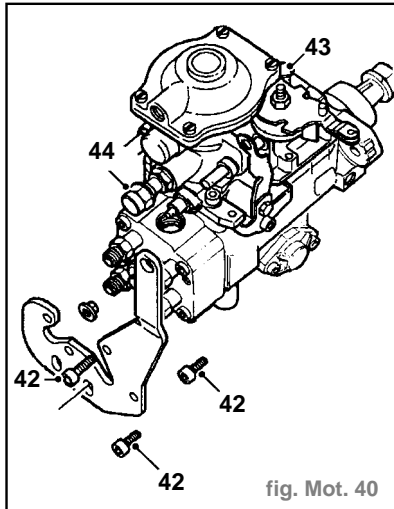

fig. Mot. 40
- Enlever 3 vis Allen (42) maintenant le support de butée sur la pompe d'injection et récupérer le support (fig. Mot. 40).